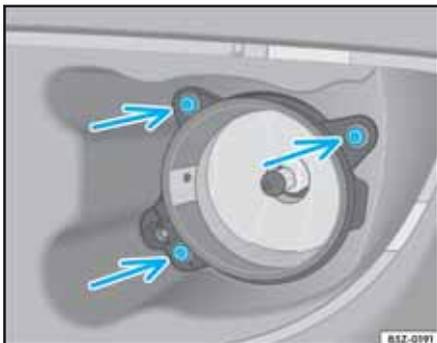

Fig. 187 Fijación del faro de niebla en el paragolpe delantero.
- Suelte los tornillos de fijación y retírelos ⇒ fig. 187.